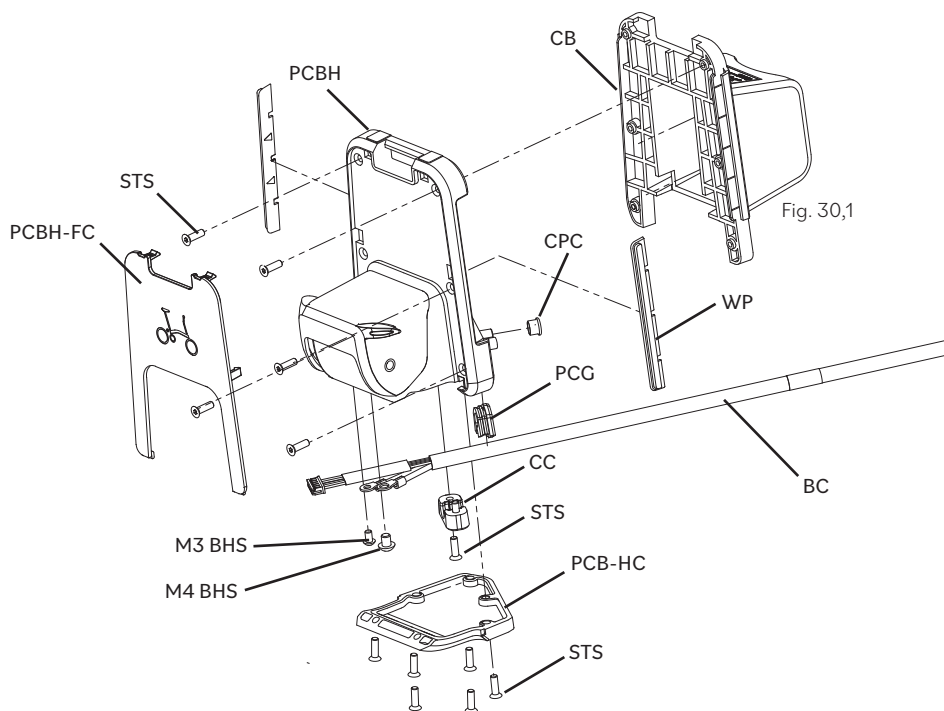

Fig. 30,1
- Le bloc de fixation des bagages EFCB (figure 30) est préinstallé sur tous les vélos Brompton Electric et ne devrait pas nécessiter de réglage. Nous vous invitons à ne pas l'enlever ou le modifier.
Fixez l'ensemble au tube de direction HT du vélo en l'orientant correctement (fig. 30).